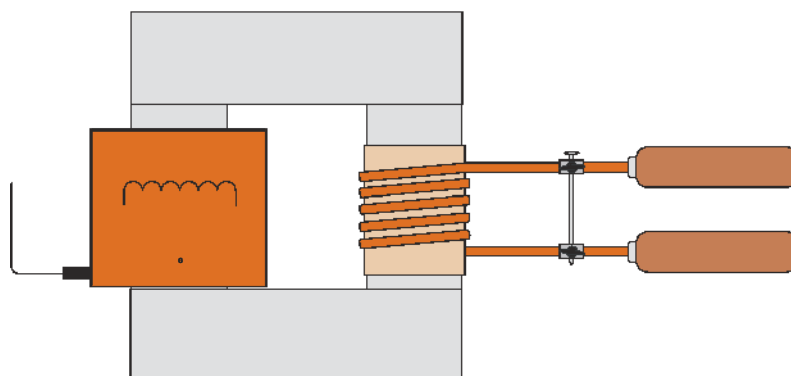

Fig. 2 Nagelschmelzversuch
- Hochstromtransformator gemäß Fig. 2 aufbauen und auf hitzebeständige Unterlage stellen.